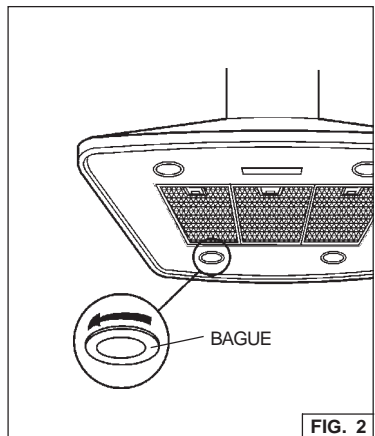

FIG. 2
3. Fixer la bride de la structure de support aux solives et à la charpente au moyen des quatre tire-fond (6 x 70 mm) et des quatre rondelles (6,4 mm de diamètre) fournies. S'assurer que les vis soient bien centrées dans les solives et dans la charpente pour que tout soit bien solide. Faites attention, le positionnement de la bride détermine la position finale de la hotte : le côté avec la fente B correspond au côté des commandes. Fig. 2.